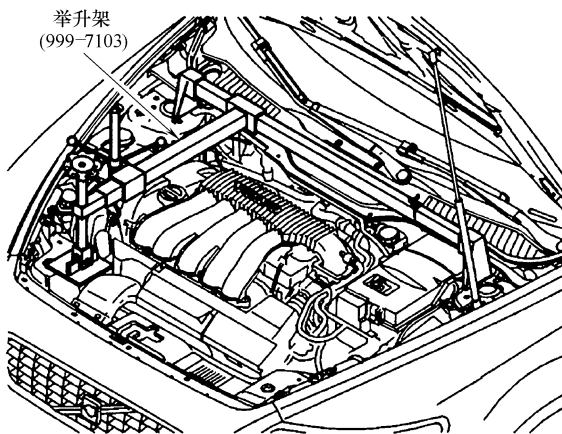

图 9-1 安装专用工具
1) 把冷却液膨胀箱从支架上抬起，放到发动机顶上，然后安装专用工具-举升架（999-7103），如图 9-1 所示。